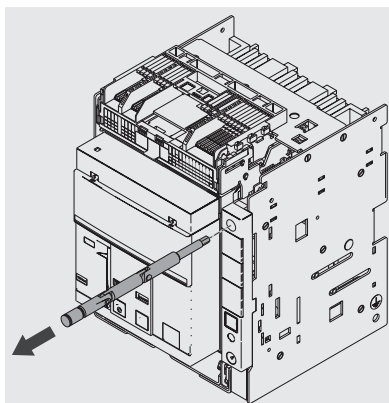

Figure 53
4. Extraire la manivelle de sectionnement de son logement. Voir Figure 53.